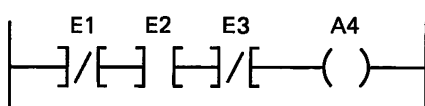

Bild E6.1
4. Bild E6.1 zeigt einen Kontaktplan.